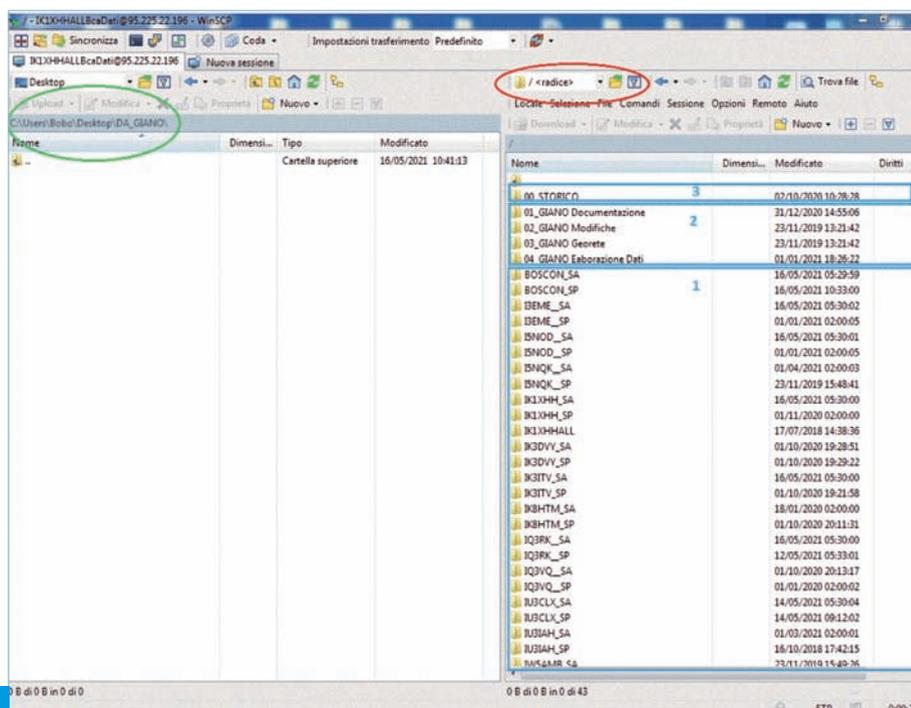

Fig. 9
La schermata iniziale si presenta come in fig. 9
Nella seconda metà della videata di fig.9 viene visualizzato il contenuto della banca dati organizzato in numerose cartelle. (Accertarsi di essere nella directory / <radice> così come evidenziato nella ellisse rossa.)
Al punto 1 di fig.9 viene visualizzato l'elenco di tutte le stazioni della rete destinate a contenere i dati relativi al **mese corrente** (i dati antecedenti sono memorizzati nella cartella denominata "STORICO"). (1)
Al punto 2 di fig.9 vengono evidenziate le seguenti cartelle:
Al punto 3 di fig.9 si può accedere alla cartella "STORICO" che contiene tutti i dati di tutte le stazioni organizzati per: nome stazione – anno - mese – giorno.